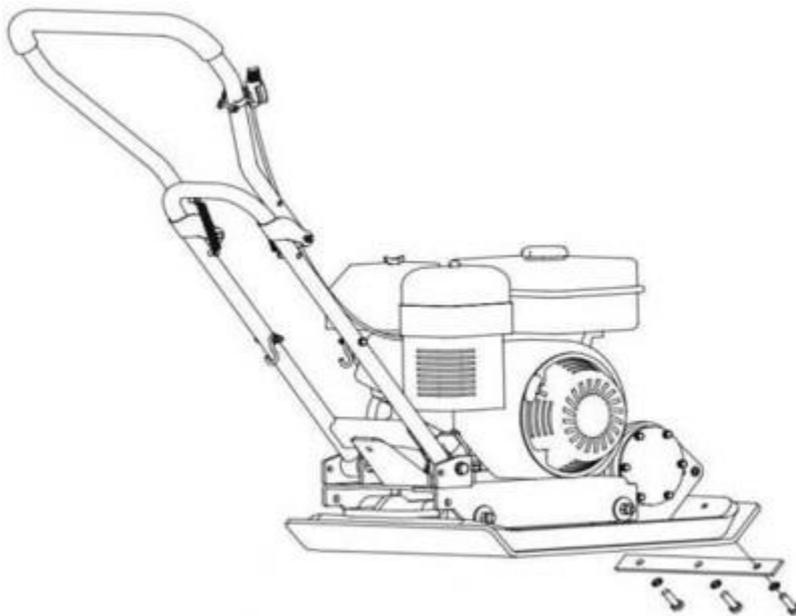

Рис. 8. Установка полиуретанового коврика.
5. Коврик позволяет уплотнять бетонные тротуарные плиты, камни, кирпичи и блоки бесшумно и аккуратно. Прикрепите коврик к опорной плите с помощью шайб и болтов, как показано на Рис. 8.